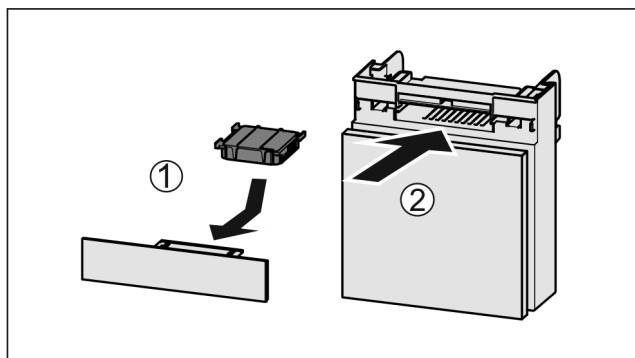

Fig. 77
- ▶ Поставете Fig. 77 (1) филтъра с активен въглен, както е показано на фигурата.
- ▶ Вкарайте Fig. 77 (2) отделениято.